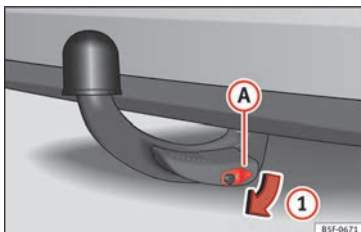

Abb. 230 Schließabdeckung abnehmen
- Nehmen Sie die Schließabdeckung **A** in Pfeilrichtung **1** vom Schloss ab » Abb. 230.